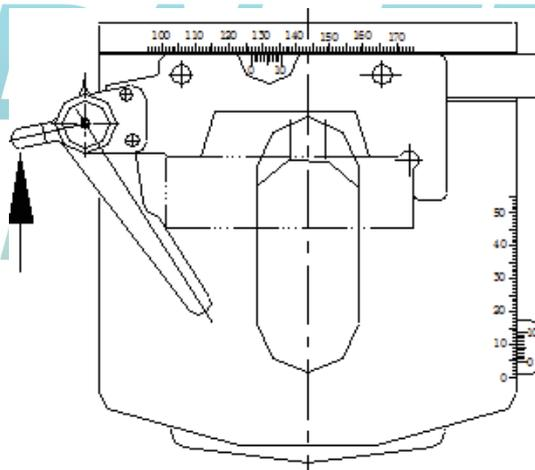

Figura 3. Platina Mecânica
3. Platina mecânica de dupla camada mostrada na Figura 3, com tamanho de 125mm x 125mm. Empurre o grampo das hastes na direção da seta, como mostrado na Figura 3, para inserir a amostra no porta lâminas. Gire o charriot (knobs 14 e 15) para mover a platina transversal (X) e longitudinalmente (Y) – deslizamento XY: 60x40mm. A precisão do movimento é de 0,1mm em ambas direções.